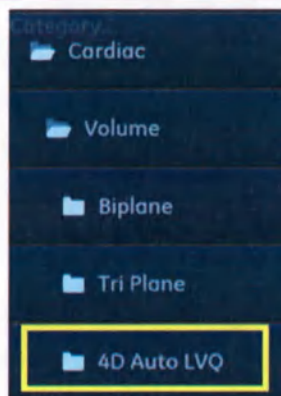

Рис. 8-44. Выбор измерения 4D Auto LVQ
3. Выберите **Volume/4D Auto LVQ** (Объем/Автоматический количественный анализ ЛЖ в режиме 4D) (Рис. 8-44).
Появится меню *Measurement* (Измерение), в котором будет выбран инструмент выравнивания (Рис. 8-44).